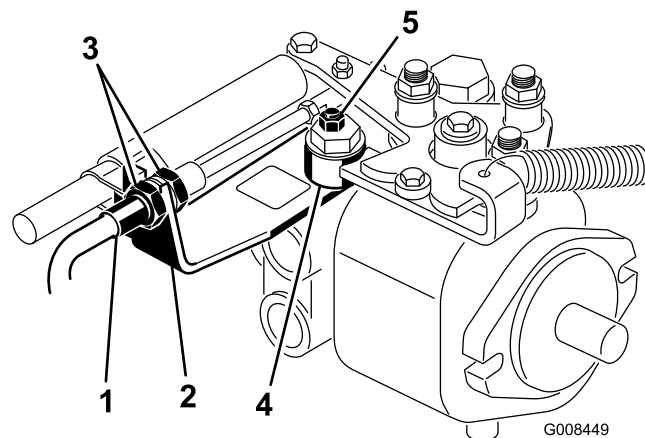

Bild 49
- A. Lösen Sie beide Klemmmuttern, mit denen der Fahrtriebs-Bowdenzug an der Trennwand am Hydrostat befestigt ist (Bild 49). Achten Sie darauf, dass die Klemmmuttern gleichmäßig gelockert sind und eine ausreichende Einstellung ermöglichen.
- B. Lösen Sie die Mutter, mit der der Exzenter oben am Hydrostat befestigt ist (Bild 49).
- D. Drehen Sie den Exzenter, bis kein Kriechen in jeder Richtung auftritt. Ziehen Sie die Schraube fest, wenn sich das Rad nicht mehr dreht, um den Exzenter und die Einstellung zu arretieren (Bild 49). Überprüfen Sie die Einstellung mit dem Gasbedienungshebel auf Langsam“ und auf Schnell“.
- E. Ziehen Sie die Sicherungsmuttern, mit denen der Bowdenzug an der Trennwand befestigt ist, **gleichmäßig** von der Innenseite der Trennwand fest (Bild 49). Verdrehen Sie nicht den Bowdenzug.